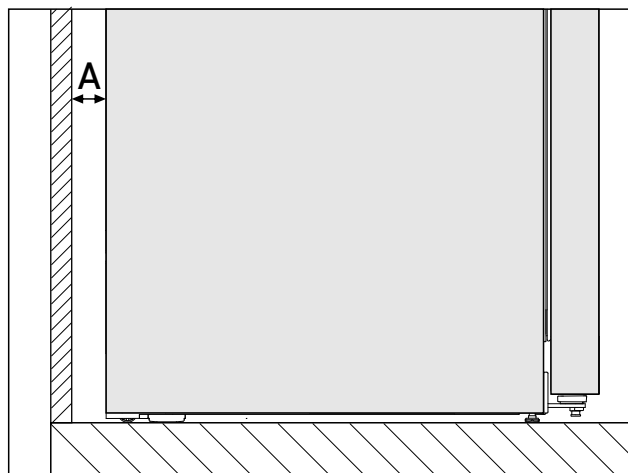

Fig. 2 *
Energiforbruget er bestemt ud fra en vægafstand *Fig. 2 (A)* mellem enhedens bagside og væggen. Hvis afstanden til væggen er mindre end *Fig. 2 (A)*, har dette ingen indvirkning på enhedens funktionalitet. Med en mindre afstand fra væggen kan energiforbruget stige en smule, og der kan dannes kondensvand på enhedens bagvæg.*